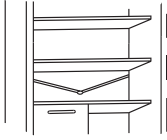

Fig.20
- Mantenha o tubo de drenagem (fig.20) limpo no compartimento do frigorífico, deve mantê-lo livre de água ou sujidade.